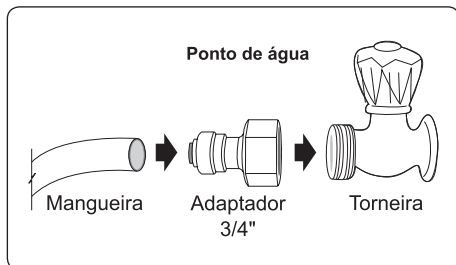

Figura 1
1. Conecte o adaptador 3/4" no ponto de água (Figura 1).
2. Encaixe a mangueira no adaptador (Figura 1) até que ela atinja o final de curso dentro do adaptador.